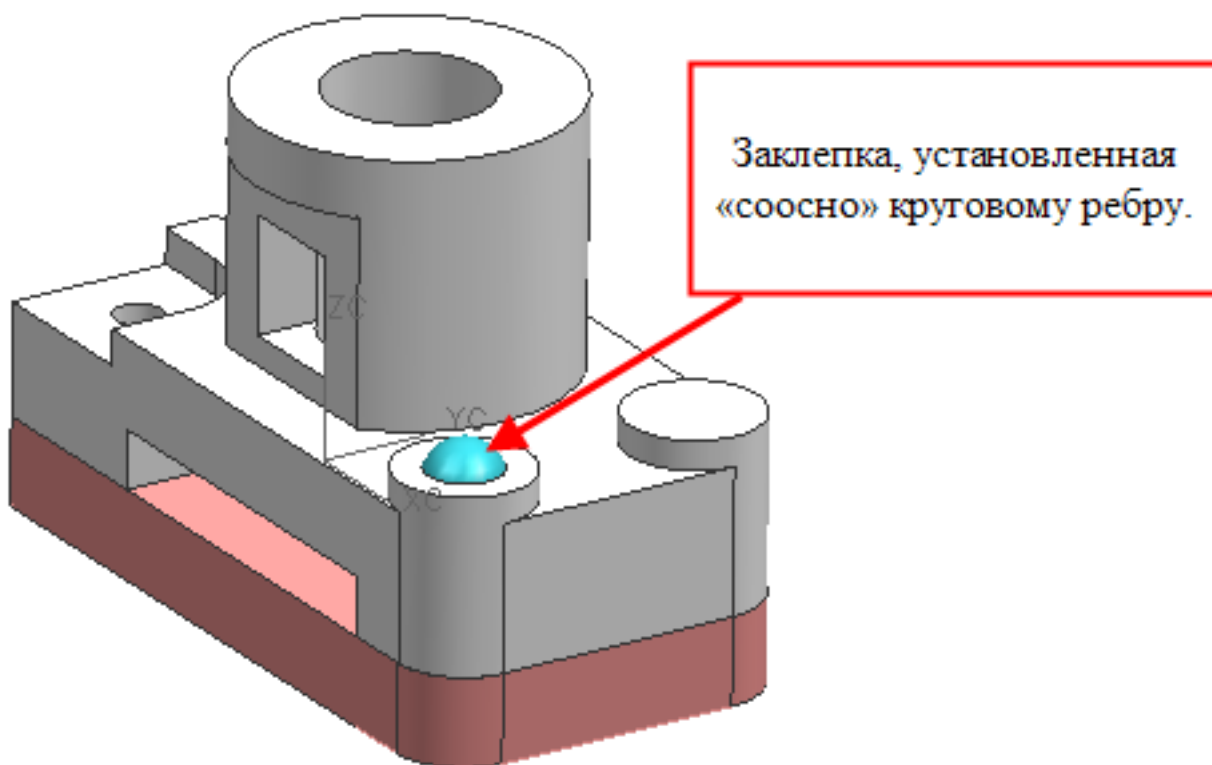

Рисунок 2.3
- в существующие отверстия, «соосно» указанному круговому ребру (см. Рисунок 2.3);